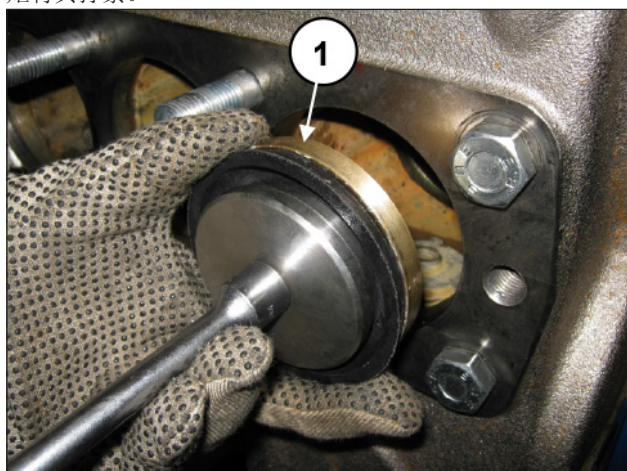

图 131
在一把T形扳手的帮助下, 把活塞密封包连PMS活塞定距片组插入到液压缸内(位置①, 图 131), 注意不要损坏密封唇。拧紧M8螺栓, 直至密封包进入座中并参照第3章中指出的扭矩将其拧紧。